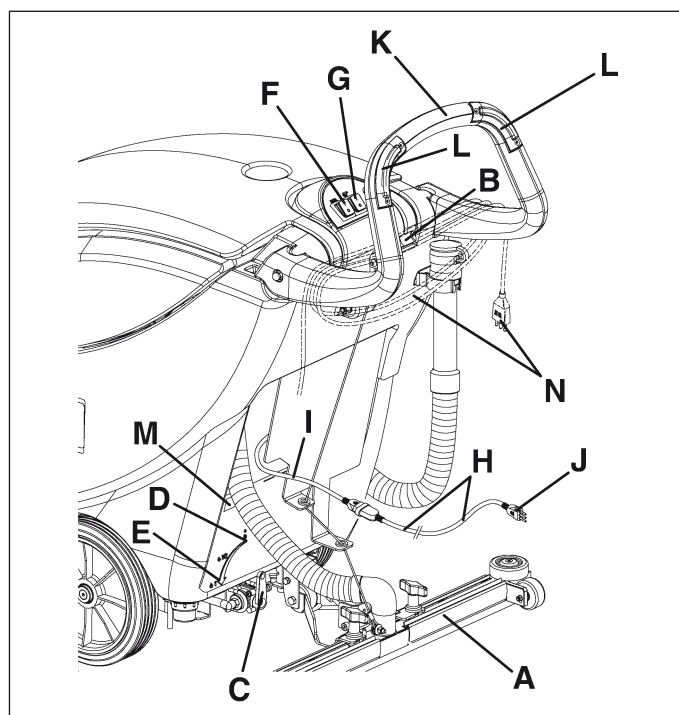

Figure 8
Brancher la rallonge (H, Fig. 8) livrée avec la machine au câble d'alimentation (I). Brancher la fiche (J) de la rallonge au réseau électrique.
Avant de brancher la machine au réseau électrique, s'assurer que la fréquence et la tension indiquées sur la plaque avec numéro de série et données techniques (M, Fig. 8) coïncident avec la tension de réseau.
3. Baisser l'embouchure (A, Fig. 8) en tournant le levier (B) vers le bas.
4. Positionner le levier de réglage du flux de solution (C, Fig. 8) dans une des positions suivantes, selon le type de nettoyage à effectuer :
- **Système ECO** : en positionnant le levier (C, Fig. 8) sur ECO (D), la machine travaille en condition d'emploi programmé de l'eau (économie) ; en effet, puisque le flux est prédéterminé et constant, la machine peut travailler avec une autonomie de lavage de 70-80 minutes [0,08 gallons/min (0,3 litres/min)].
- **Système variable** : en tournant le levier à gauche dans la position relative au flux variable (E, Fig 8), il est possible d'augmenter le flux jusqu'à un débit maximum de 0,26 gallons/min (1 litre/min).
5. Positionner les interrupteurs (F et G, Fig. 8) sur "I".
6. Tout en gardant les mains sur le guidon (K, Fig. 8) démarrer la machine en appuyant sur l'un ou les deux boutons-poussoirs de validation (L).
7. Relâcher les boutons-poussoirs (L, Fig. 8).
8. Positionner les interrupteurs (F et G, Fig. 8) sur "0".
9. Débrancher la fiche (J) du câble d'alimentation du réseau électrique. Si besoin est, enrouler le câble d'alimentation (H, Fig. 8) autour du guidon en position (N).
10. Baisser l'embouchure en tournant le levier (B, Fig. 8) vers le haut, jusqu'à fin de course.